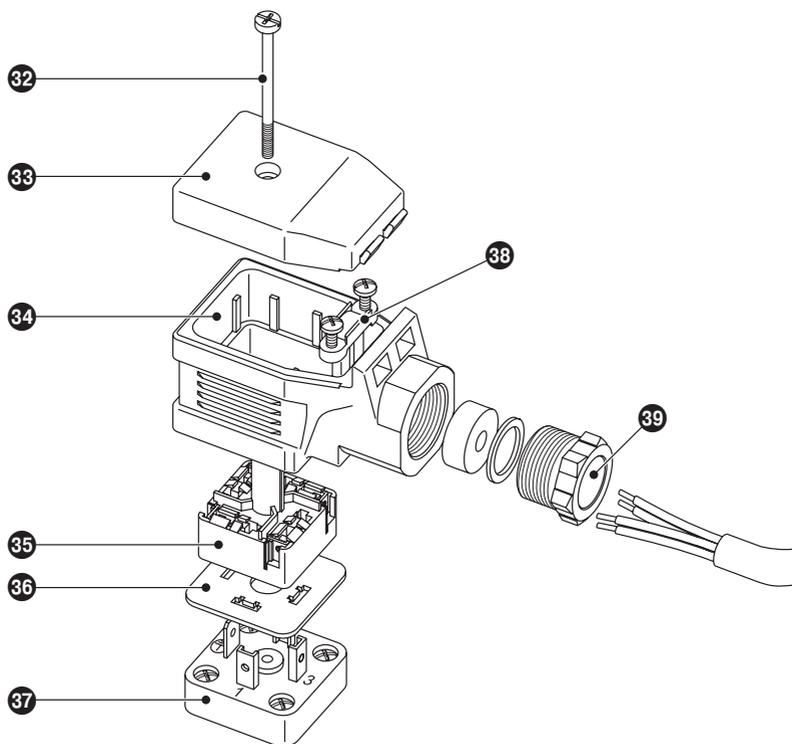

Fig. 23
1. Desserrer la vis ⑫. **Fig. 23**
2. Retirer la partie supérieure du connecteur ③④ de l'électrode de niveau, laisser reposer la rondelle d'étanchéité ③⑤ sur la plaque de contact ③⑦.
3. Retirer le couvercle ③③.
4. Sortir la plaque de raccordement ③⑤ de la partie supérieure du connecteur ③④ en appuyant.
5. Démonter le raccord vissé de câble ③⑨ et le serre-câble ③⑥ de la partie supérieure du connecteur ③④.
6. Guider le câble dans le raccord vissé de câble ③⑨ et la partie supérieure du connecteur ③④ et affecter les bornes de la plaque de raccordement ③⑤ suivant le schéma de raccordement.
7. Faire entrer la plaque de raccordement ③⑤ dans la partie supérieure du connecteur en appuyant, aligner le câble.
8. Fixer le câble avec le serre-câble ③⑥ et le raccord vissé de câble ③⑧.
9. Mettre le couvercle ③③ en place et introduire la vis ③⑨ dans celui-ci.
10. Placer la partie supérieure du connecteur sur l'électrode de niveau et la fixer avec la vis ⑫.
1. Desserrer la vis **32**. **Fig. 23**